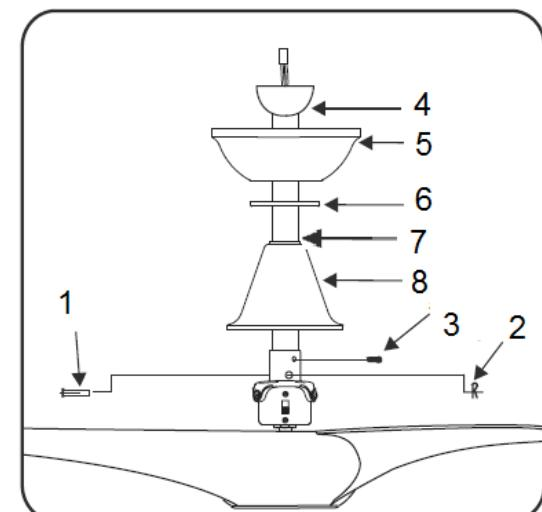

Fig. 5
- Schuif de koppelingsdeksel (8), overdekking (6) en de overdekking (5) op de stang (7). (Fig. 5)
- Herinstalleer het kogelgewicht en cross pin (4) op de staaf (7), en zorg ervoor dat de kruis pin in de juiste positie staat en dat dekogelgewicht stelschroef is aangedraaid.